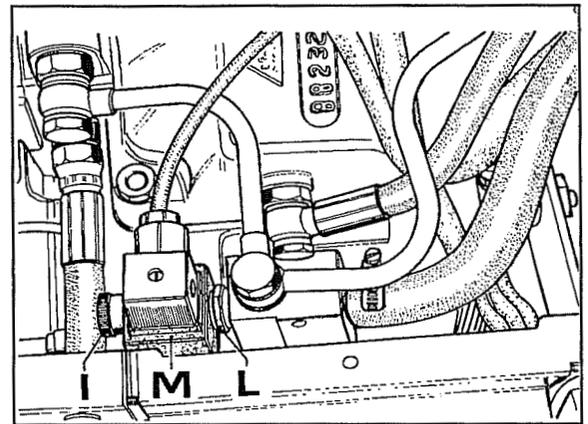
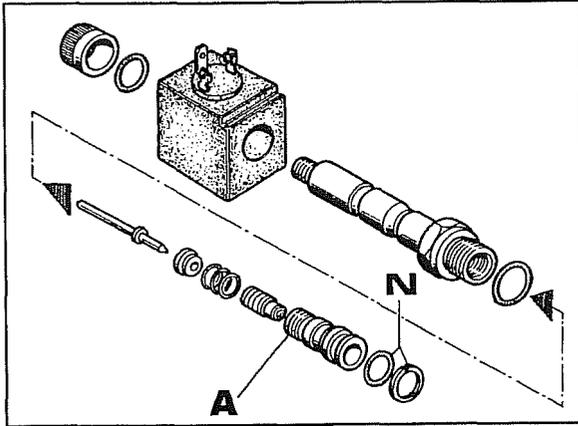

Fig. 19
Fig. 20
1. Aflojar el anillo I fig.19 para permitir el desplazamiento de la bobina M para que sea posible aflojar con la llave la tuerca L fig. 19 del solenoide, luego desenroscar y extraer el grupo. La fig. 20 muestra detalladamente los componentes del solenoide que deben ser lavados, soplados y aceitados con aceite del mismo tipo antes de reensamblar.
- a. Volver a montar la bobina M fig.19 en el solenoide.
- Controlar el perfecto estado de los anillos de sellado N fig.20.
- Volver a montar el cilindro A (fig. 20) usar pocas gotas de Loctite en la relativa rosca, para poder regular el ajuste y permitir una mejor regulación para el desplazamiento de la varilla a la que se refería la operación d. Indicativamente luego de haber enroscado hasta el tope dicho cilindro, desenroscarlo aproximadamente un giro y medio.